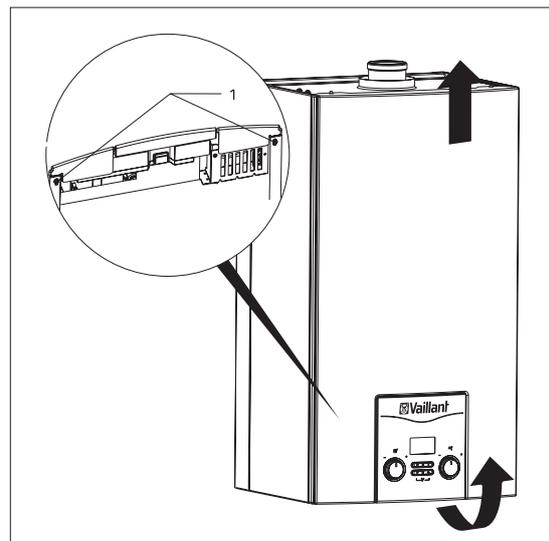

图 8.2 拆卸设备前面板
- 按图 8.2 拆卸设备前面板；
- 按入密封式前盖板下边的两个固定夹 (1)，密封式前盖板自动松开；
- 松开水路底板上的螺钉 (1)；
- 松开水泵与水管连接处的螺母 (2)。